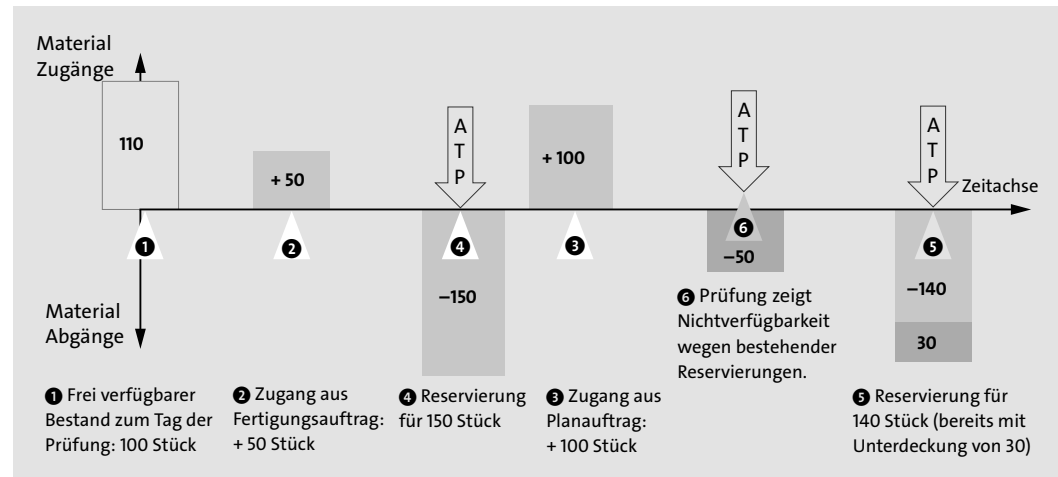

Abbildung 4.27 Verfügbarkeitsprüfung zum Material
Abbildung 4.27 zeigt beispielhaft eine Verfügbarkeitsprüfung gemäß der ATP-Logik. Dabei sind auf der Zeitachse die Zu- und Abgänge des Materials in chronologischer Reihenfolge aufgereiht. Die Zahl im Dreieck steht jedoch für die Reihenfolge der einzelnen Schritte. Wir starten bei ❶ mit 110 Stück im frei verwendbaren Bestand. Die Zugänge aus einem bereits laufenden Fertigungsauftrag ❷ und aus einem Planauftrag ❸, der zu einem späteren Zeitpunkt noch gefertigt werden soll, sind bereits eingeplant. Nun führen wir eine ATP-Prüfung für 150 Stück aus ❹. Diese sind bei einem Bestand von 160 Stück zu dem Zeitpunkt gedeckt und werden reserviert. Wir erhalten anschließend einen weiteren Bedarfsfall und führen eine erneute ATP-Prüfung durch ❺. Dieses Mal benötigen wir 140 Stück. Es sind jedoch nur noch 110 verfügbar, also wird der Teil bis 110 Stück reserviert und 30 Stück bleiben als Unterdeckung offen. Letztlich ereilt uns noch ein Bedarf von weiteren 50 Stück ❻. Der Bedarfstermin liegt eigentlich vor dem aus ❺, für ❺ wurde die Prüfung jedoch vorab ausgeführt und es wurde bereits eine Reservierung getätigt. Daher gibt die ATP-Prüfung für ❻ eine Nichtverfügbarkeit aus, obwohl der Bestand zu dem Zeitpunkt vorhanden wäre. Um dieses Problem zu lösen, gibt es zwei Lösungsansätze. In jedem Fall müssen weitere Materialzugänge eingeplant werden (durch Eigen- oder Fremdfertigung). Ideal wäre es, alle benötigten Zugänge bis ❻ zu realisieren. Bei Engpässen könnte es jedoch sinnvoll sein, die Reservierungen noch einmal umzudisponieren, um ❻ zu erfüllen und so etwas Zeit zu gewinnen, um bis ❺ weitere Zugänge realisieren zu können.